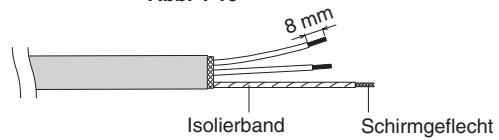

Abb. 4-11
- (3) Den Mantel der Signalader entfernen. (Abb. 4-11)